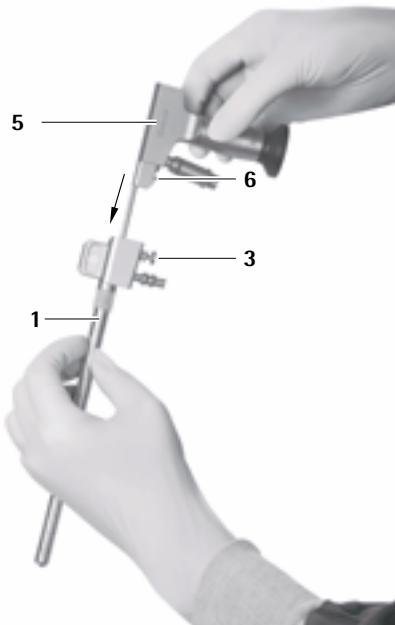
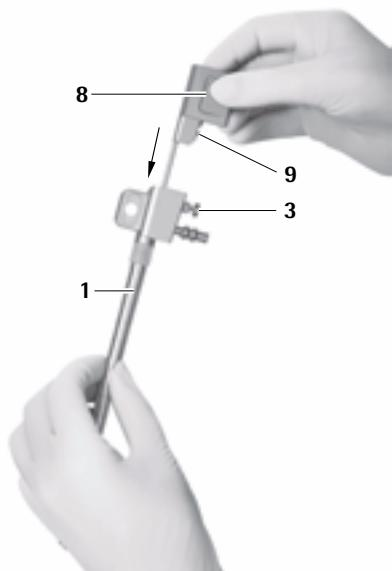

Fig. 14
Fig. 15
- ▶ Asegurarse de que el perno de bloqueo 6 del endoscopio 5 y el perno de bloqueo 9 del obturador para el canal de óptica 8 se encuentran en el mismo lado que el botón de desenclavamiento 3 del trócar MINOP inVent1, ver Fig. 14 y ver Fig. 15.